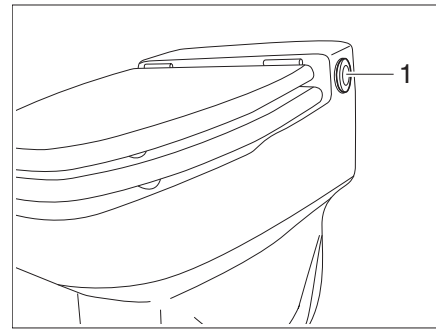

Bild 186 Spülknopf Zerhackertoilette
- Toilettenspülknopf (Bild 186,1) mehrfach drücken bis Wasser kommt.